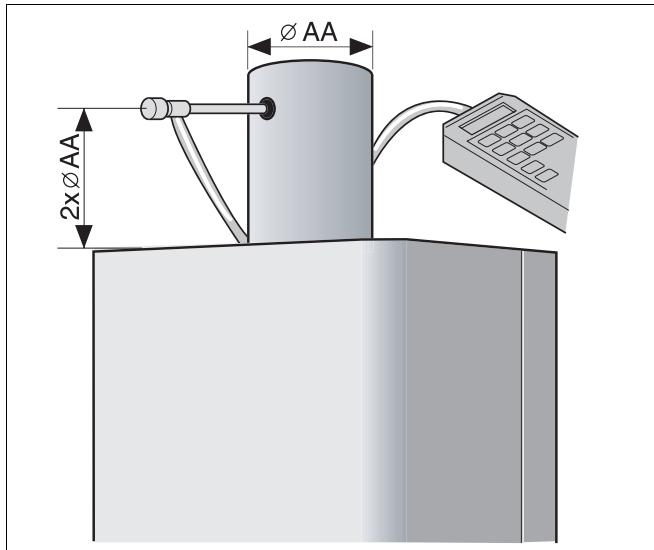

Рис. 19 Соединительный элемент системы сгорания воздуха и отвода газов
- Спереди после присоединения просверлите в газовыводящей трубе отверстие прибл. $2 \times \varnothing \text{ AA}$ (рис. 19).